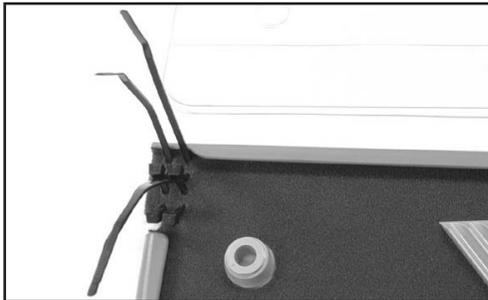

Figura 53
16.3 Retire la tapa de la bandeja e inserte las abrazaderas de los cables en las ranuras de modo que posibilite sujetar todos los tubos “loose” que entren en la bandeja de un mismo lado (Figura 53).